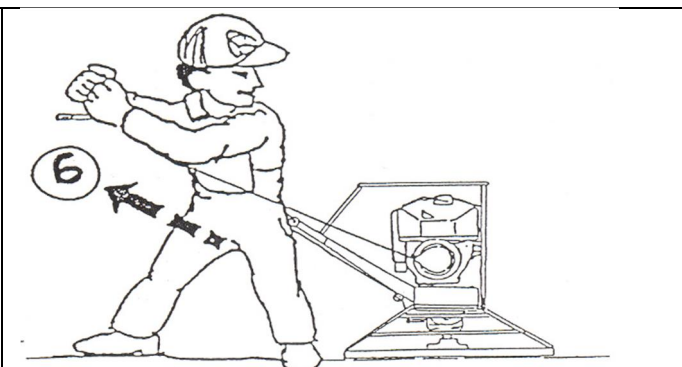

Figura 6-2
6. Tirare con decisione (vedi figura 6.2 pagina seguente).